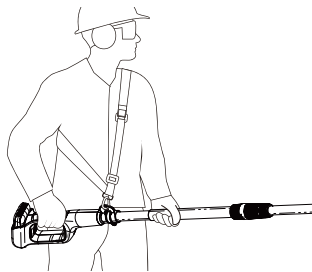

Abb. 21
- Stellen Sie die Länge des Schultergurts so ein, dass sich der Clip etwa auf Hüfthöhe befindet (Abb. 21).